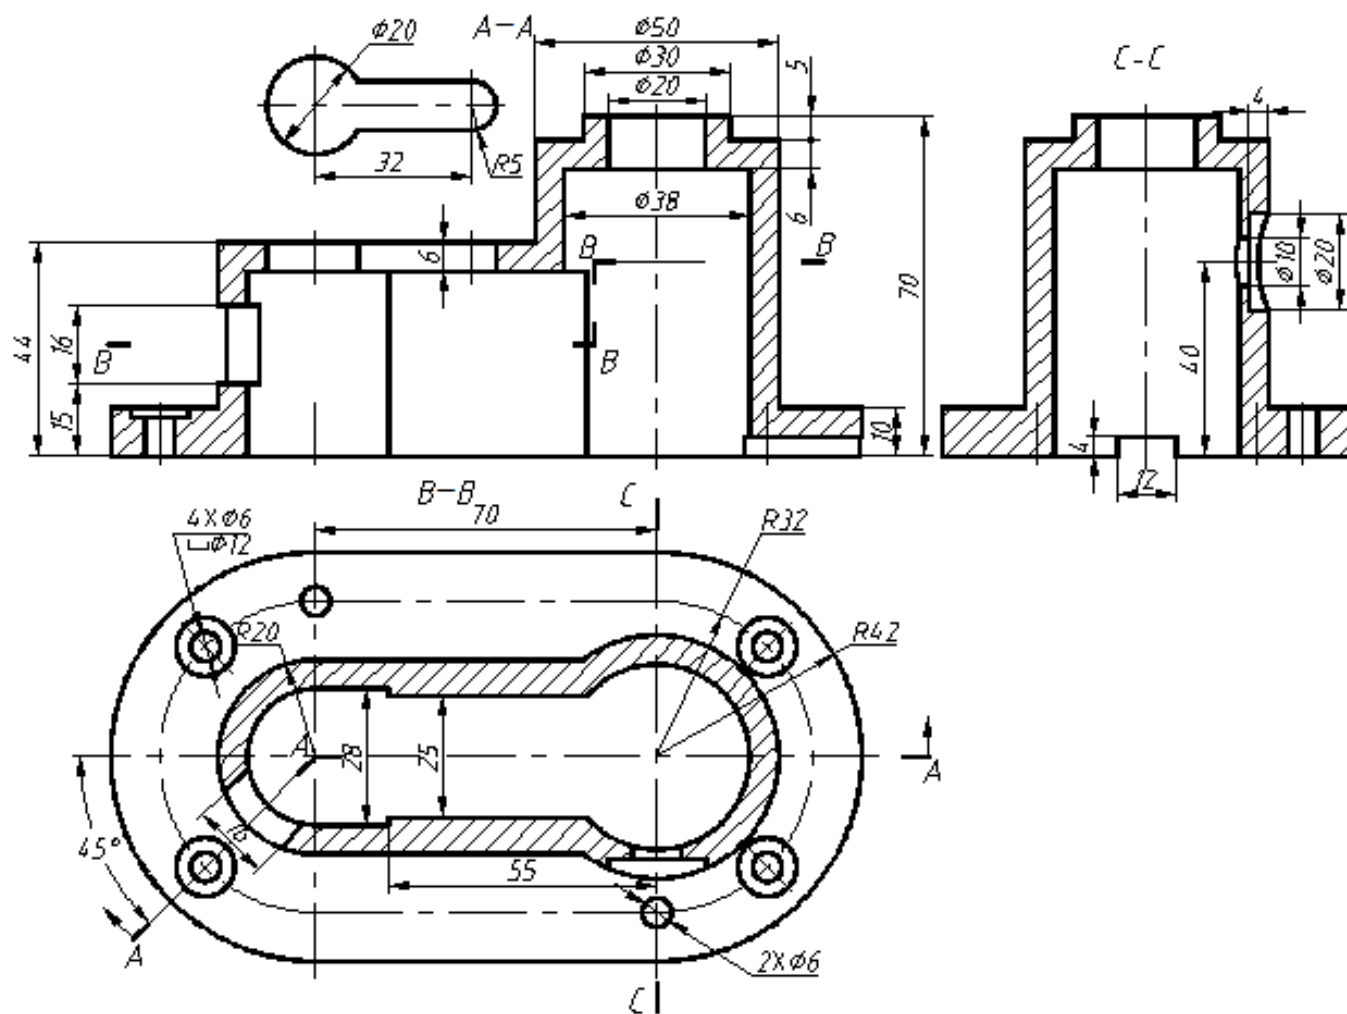

图 4-22 组合体剖视图 (三)
3. 绘制如图 4-22 所示的组合体剖视图，要求绘制图框和标题栏。